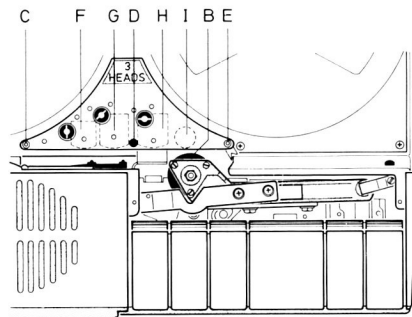

Fig. 9
le troussage de nettoyage spécial UHER Z 172. Le cabestan (J) doit être également libéré de la poussière et des résidus de substance magnétique qui y adhèrent éventuellement (voir Fig. 9).